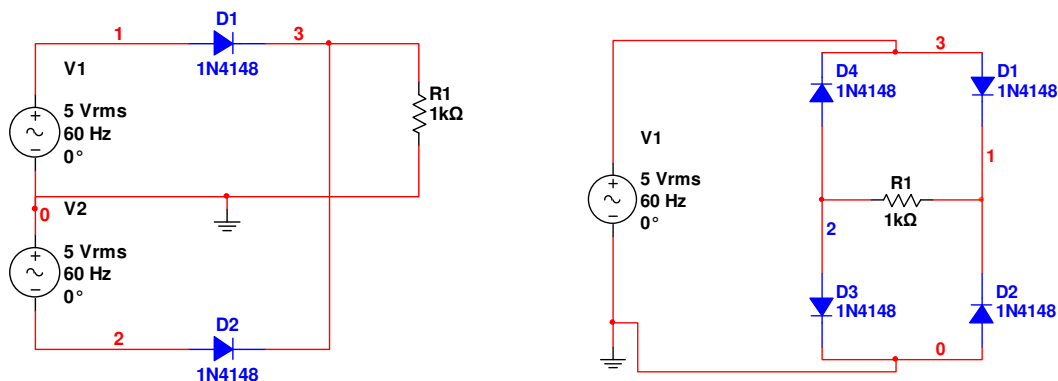

Fig. 2 – Montagens para retificação de onda-completa:
Analise os circuitos propostos (Fig.2 a-b) para retificação do sinal *ac* da fonte do Kit Scientech ST 2613 (5  $V_{rms}$ , 60 Hz). Quais as expressões para a  $V_{PIV}$  destas montagens? Ilustre as formas de onda de entrada e de saída considerando o modelo linearizado para o diodo retificador (a partir da análise dos dados da **Experiência 1** da última aula).
Execute sequencialmente as montagens dos *retificadores de onda-completa* ilustradas na Fig. 2 a-b utilizando diodos retificadores *1N4148*. Visualize a *característica de transferência* (somente para a montagem da Fig. 2 a) e as *formas de onda de entrada e de saída* com o auxílio do osciloscópio da bancada (CANAL 1: sinal  $5 V_{rms}$ ; CANAL 2: sinal retificado na carga). Para o relatório *anote*:
- b) os valores das diferenças (em *volts*) observadas entre os picos das formas de onda de entrada e de saída (somente para a montagem da Fig. 2 a).
- a) (0,5) Quais são as expressões para a  $V_{PIV}$  das montagens da Fig.2 a-b ?
- d) (0,5) Que valor seria esperado para a diferença entre os picos no caso da Fig. 2 b ?